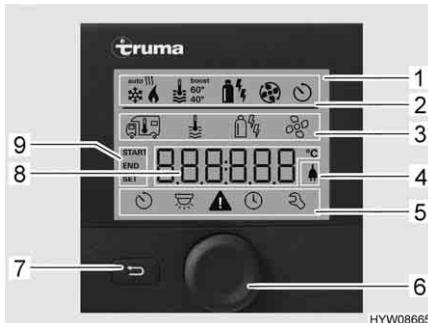
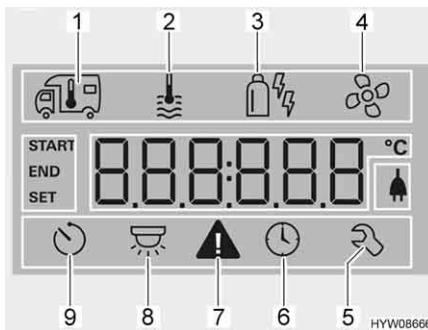

Fig. 106 Centralina di controllo con indicazioni
Fig. 107 Display (centralina di controllo)
- Riga di stato (Fig. 106,2)
- Riga di menu in alto (Fig. 106,3)
- Area di indicazione (Fig. 106,8)
- Riga di menu in basso (Fig. 106,5)
- Premere la manopola/il pulsante (Fig. 106,6) per circa 3 secondi. Vengono visualizzate entrambe le righe di menu (Fig. 106,3 e Fig. 106,5). Il primo simbolo lampeggia.
- Ruotare la manopola/il pulsante (Fig. 106,6), finché viene visualizzato il simbolo del menu desiderato.
- Premere la manopola/il pulsante per memorizzare il valore impostato. Se il valore impostato originariamente non deve essere modificato: Premere il tasto indietro (Fig. 106,7).
- Premere la manopola/il pulsante per memorizzare il valore impostato. Il simbolo nella riga di stato lampeggia (Fig. 106,2), finché viene raggiunta la temperatura impostata. Se il valore impostato originariamente non deve essere modificato: Premere il tasto indietro (Fig. 106,7).
- Ruotare la manopola/il pulsante (Fig. 106,6), finché il simbolo del menu relativo all'acqua calda (Fig. 107,2) lampeggia.
- Premere la manopola/il pulsante per memorizzare il valore impostato. Il simbolo nella riga di stato lampeggia (Fig. 106,2), finché viene raggiunta la temperatura dell'acqua impostata. Se il valore impostato originariamente non deve essere modificato: Premere il tasto indietro (Fig. 106,7).
Selezione della modalità di funzionamento:	<ul style="list-style-type: none"> <li>■ Ruotare la manopola/il pulsante (Fig. 106,6), finché il simbolo del menu relativo alla modalità di funzionamento (Fig. 107,3) lampeggia.</li> <li>■ Premere la manopola/il pulsante.</li> <li>■ Ruotare la manopola/il pulsante, finché viene visualizzata la modalità di funzionamento desiderata: <ul style="list-style-type: none"> <li>●  Funzionamento a gas</li> <li>●  Funzionamento elettrico (900 W)</li> <li>●  Funzionamento elettrico (1800 W)</li> <li>●  Funzionamento a gas e elettrico (900 W)</li> <li>●  Funzionamento a gas e elettrico (1800 W)</li> </ul> </li> </ul>
- Premere la manopola/il pulsante per memorizzare la modalità di funzionamento impostata. Se il valore impostato originariamente non deve essere modificato: Premere il tasto indietro (Fig. 106,7).
- Ruotare la manopola/il pulsante (Fig. 106,6), finché il simbolo del menu delle ventole (Fig. 107,4) lampeggia.
- Ruotare la manopola/il pulsante (Fig. 106,6), finché il simbolo del menu del timer (Fig. 107,9) lampeggia.
- Premere la manopola/il pulsante. Il timer è attivato. Il simbolo del timer (Fig. 107,9) lampeggiante quando il timer è programmato e attivo.
In caso di avviso, il relativo simbolo lampeggia (Fig. 107,7). Il riscaldamento rimane in funzione. Se si tratta solo di un guasto temporaneo, il simbolo di avvertimento si spegne autonomamente.